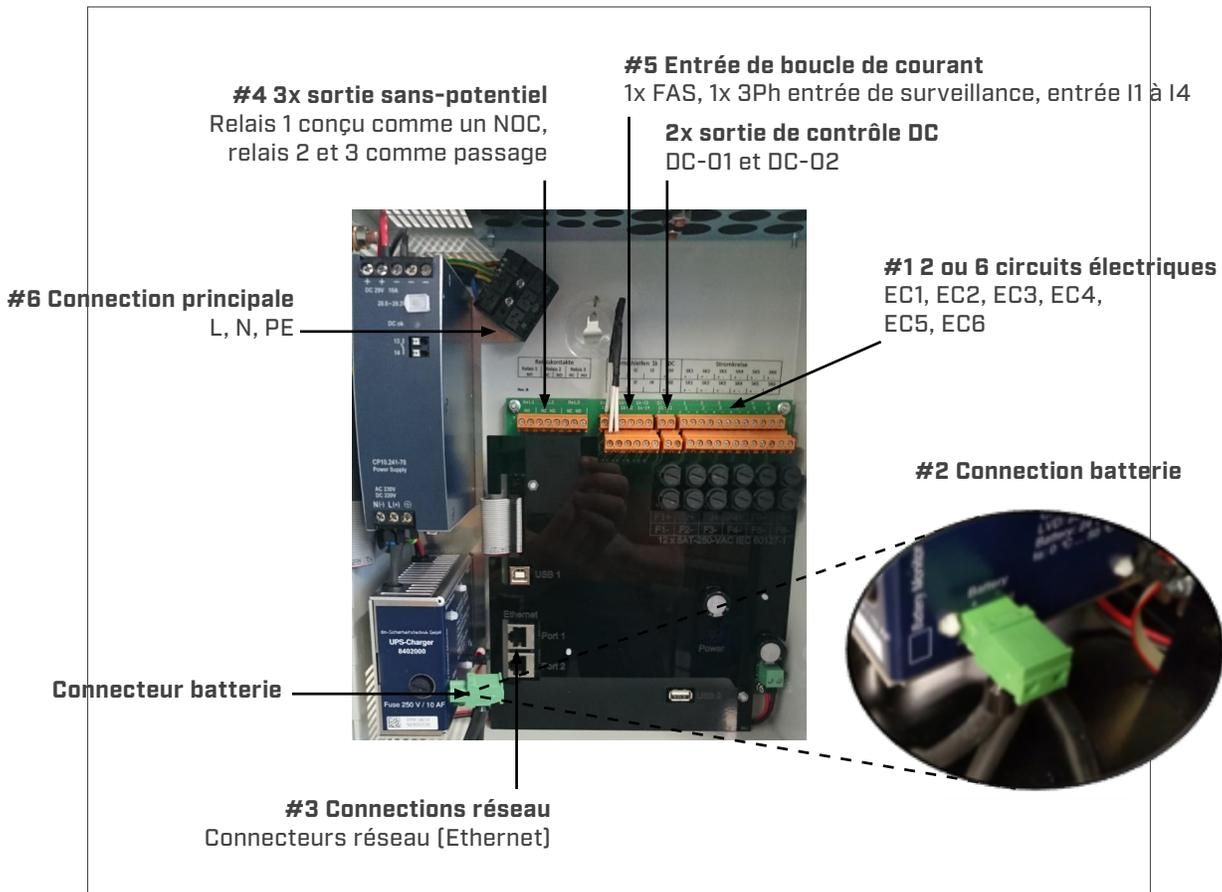

Figure 2.2
- A. Insérez les fils du circuit électrique à travers les trous situés en haut du boîtier. Ensuite, connectez chaque circuit électrique de EC1 à EC6. [veuillez vous référer au point **#1** de la **Figure 2.2**] Note¹ : Les blocs de jonction acceptent des fils de 18AWG à 14AWG, pour les fils de calibre 12AWG ou 10AWG, des réducteurs de calibre sont inclus avec le système.
- B. Connectez le connecteur de la batterie. [veuillez vous référer au point **#2** de la **Figure 2.2**]
- C. Connectez le port Ethernet dans le connecteur RJ45 Port 1. [veuillez vous référer au point **#3** de la **Figure 2.2**]
- D. Pour une application spécifique, des sorties relais sont nécessaires. Si des sorties relais sont requises, procédez à la connexion. Notez que le relais 1 est normalement ouvert; les relais 2 et 3 sont des commutateurs. [veuillez vous référer au point **#4** de la **Figure 2.2**]
- E. Pour une application spécifique, des interrupteurs sont nécessaires. Si des interrupteurs sont utilisés, procédez à la connexion en utilisant I1 à I4. [veuillez vous référer au point **#5** de la **Figure 2.2**]
- F. Connectez le cordon d'alimentation principal de la boîte du transformateur. [veuillez vous référer au point **#6** de la **Figure 2.2**]